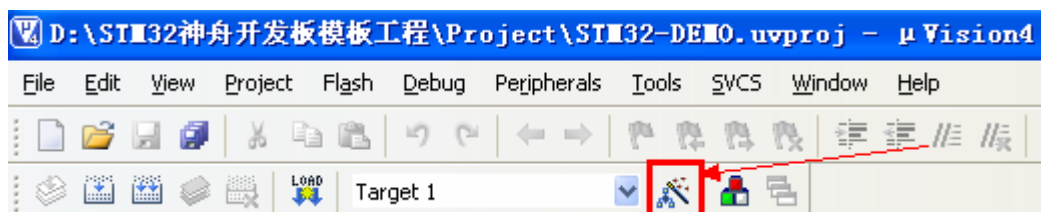

图 4-80 点击“魔术棒”进入配置设置页面
1. 经过以上的一些步骤，我们的工程已经基本建好，下面来配置一下MDK的配置选项，点击工具栏中的魔术棒按钮，在弹出来的窗口中选中“魔法棒”如下图4-80所示：